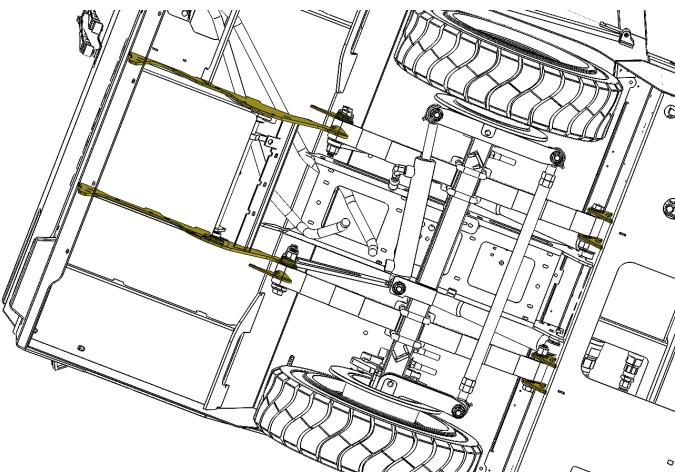

Figure 40. Plaques de montage de la suspension avant.
- Plaques de montage de la suspension avant (2) (voir figure 40).